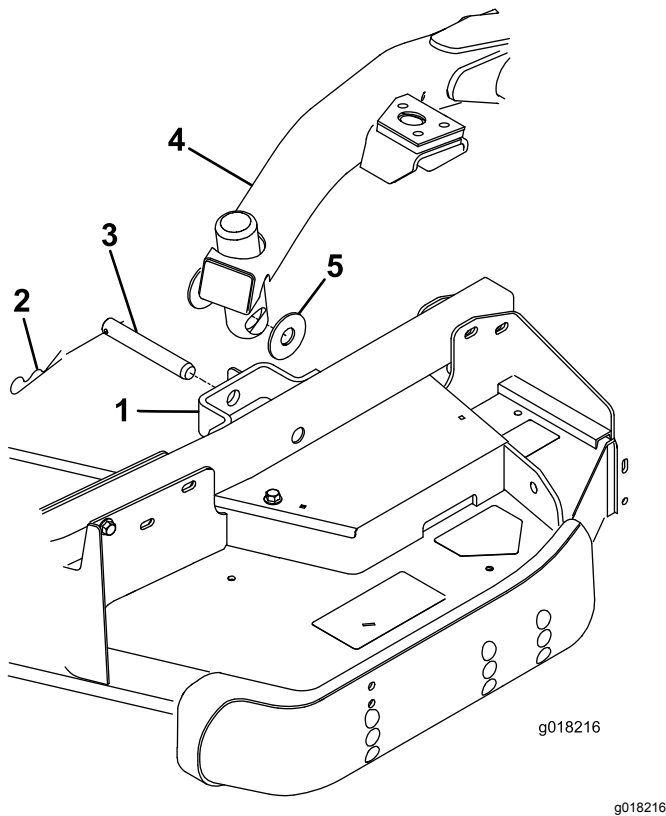

Bild 27
4. Drücken Sie den Hubhebel nach vorne in die SCHWEBE-Stellung. Drücken Sie einen Hubarm nach unten, bis die Löcher im Hubarm mit den Löchern in der Laufradarmhalterung ausgefluchtet sind, und die Schnitthöhenstange in die Hubarmpolster eingesetzt werden kann (Bild 27).
5. Befestigen Sie den Hubarm mit zwei Druckscheiben, einem Lastösenbolzen und einem Splint am Laufradarm; setzen Sie die Druckscheiben zwischen den Hubarm und die Halterung des Laufradarms (Bild 27) und setzen Sie das Ende des Splints in den in der Nase des Laufradarms ein, um den Splint zu befestigen.